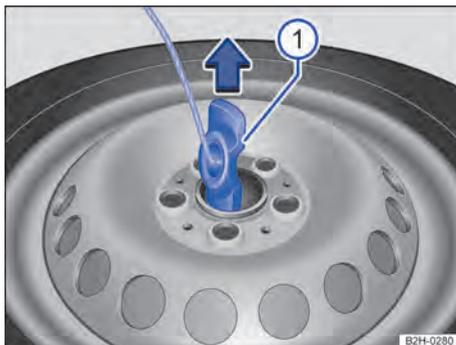

Fig. 199 Roda sobressalente ou roda de emergência: soltar o suporte dos aros.
- Desenroscar o parafuso de segurança do suporte do aro → Fig. 199 ①.
- Colocar em posição vertical o suporte do aro → Fig. 199 ①.